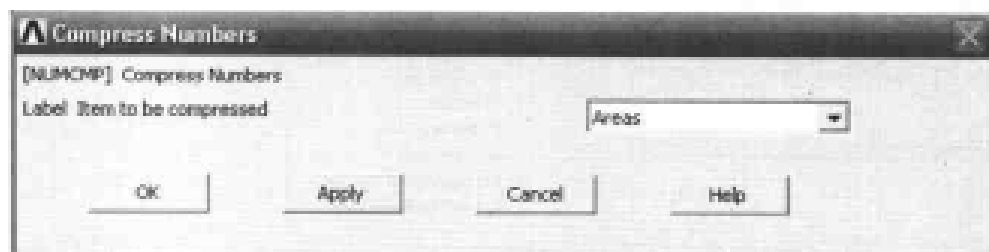

图 9-51 压缩实体编号对话框
(2) 单击 Apply 按钮, 在文本框中输入 X 坐标 0.11、0.13, 输入 Y 坐标 0、0.2; 单击 Apply 按钮, 在文本框中输入 X 坐标 0.13、0.14, 输入 Y 坐标 0、0.2; 单击 Apply 按钮, 在文本框中输入 X 坐标 0.14、0.145, 输入 Y 坐标 0、0.2, 单击 OK 按钮关闭该对话框。
(3) 选择 Main Menu | Preprocessor | Modeling | Operate | Booleans | Glue | Areas 命令, 出现 Glue Areas 菜单, 单击 Pick All 按钮关闭该菜单。
(4) 选择 Main Menu | Preprocessor | NumberingCtrls | Compress Numbers 命令, 出现 Compress Numbers 对话框, 在下拉列表框中选择 Areas 选项, 如图 9-51 所示, 单击 Apply 按钮。在下拉列表框中选择 Lines 选项, 单击 OK 按钮关闭该对话框。